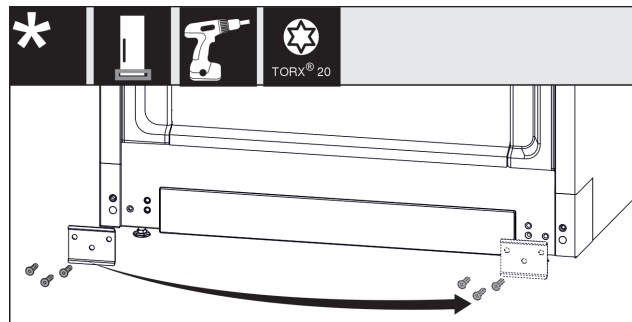

Fig. 16
- ▶ Odšroubujte plech Fig. 16 (1), přesuňte jej na druhou stranu a přišroubujte jej zpět.